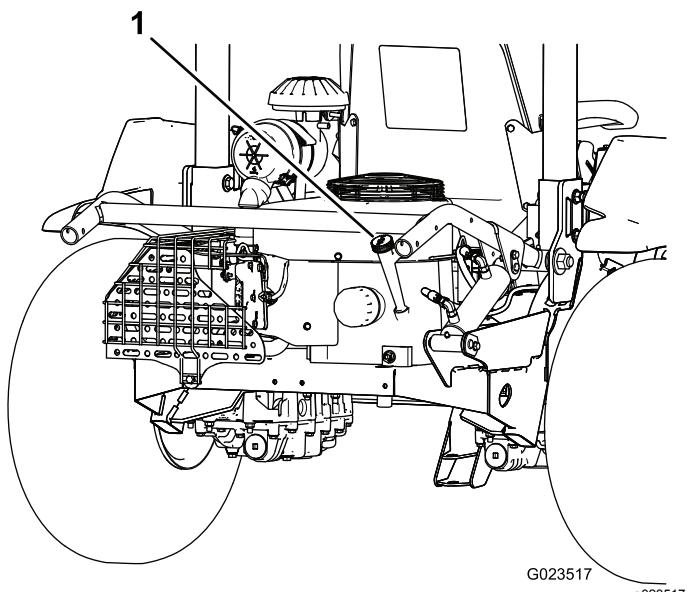
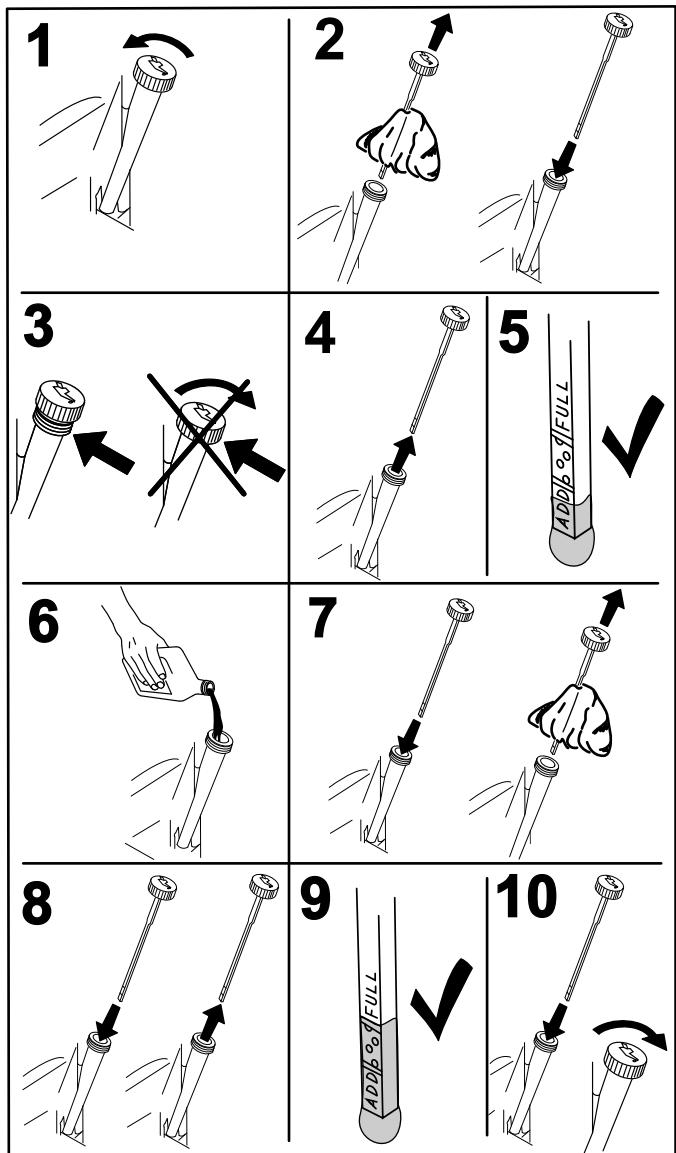

Figura 14
Figura 15
- Retire la varilla (Figura 14) y límpielo con un trapo limpio (Figura 15).